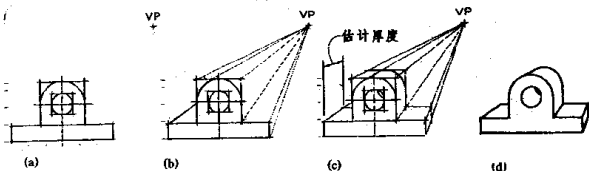

图 1-15 一点透视草图的画图步骤
(1) 与画斜二测草图相同,先勾画正面的形状,如图 1-15(a)所示。选择适当的灭点 VP,不宜选得太靠近物体,以免斜线过于集中,使图形失真。
(2) 过各顶点与灭点连线,如图 1-15(b)。
(3) 估计物体厚度,以图形看上去舒适为宜,并画出后面的轮廓。注意后面的形状要相应地小于前面的形状,如图 1-15(c)所示。
(4) 擦去多余的线并加深,如图 1-15(d)所示。